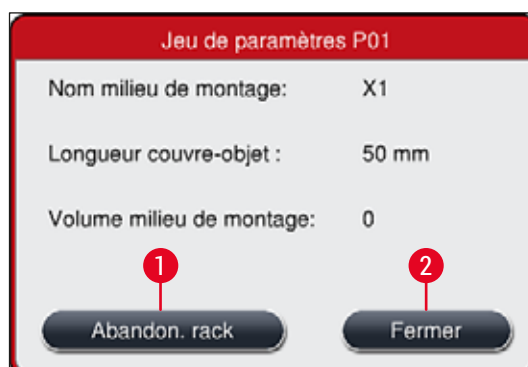

Fig. 79
2. Une vue d'ensemble du rack pour lequel le processus est en cours d'annulation apparaît (→ Fig. 79).